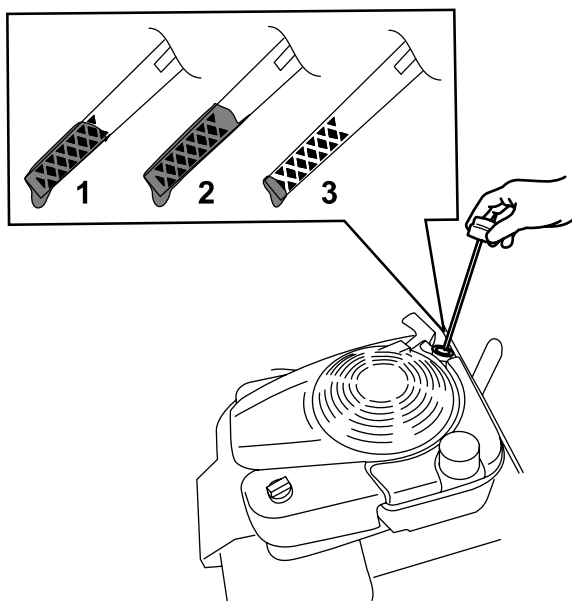

Bild 14
2. Entfernen Sie den Peilstab, indem Sie den Deckel nach links drehen und herausziehen (Bild 14).
5. Lesen Sie den Ölstand am Peilstab ab. (Bild 14)
- Wenn der Ölstand am Peilstab zu niedrig ist (Bild 14), füllen Sie langsam etwas waschaktives Öl (SAE 30 oder SAE 10W-30) in den Öleinfüllstutzen, warten Sie drei Minuten und wiederholen Sie dann die Schritte 3 bis 5, bis der Ölstand am Peilstab richtig ist. Informationen zur Ölsorte finden Sie unter Wechseln des Motoröls \(Seite 21\).
- Wenn der Ölstand am Peilstab zu hoch ist (Bild 14), lassen Sie Öl ab, bis der Ölstand am Peilstab richtig ist, siehe Wechseln des Motoröls \(Seite 21\).